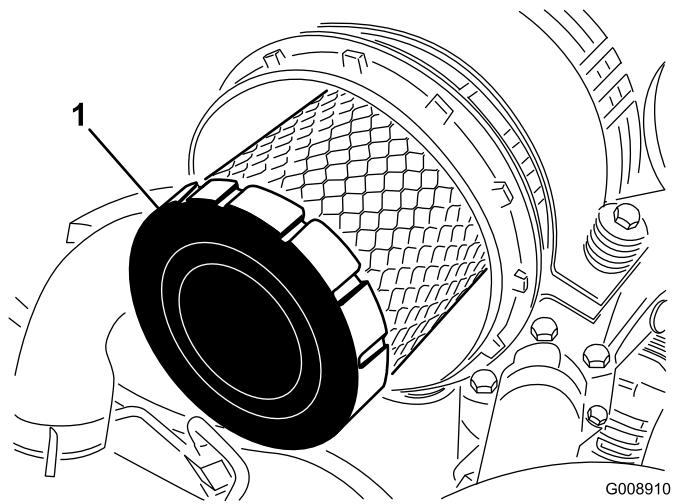

Рисунок 52
- Снимите и замените фильтр первичной очистки(Рисунок 52).